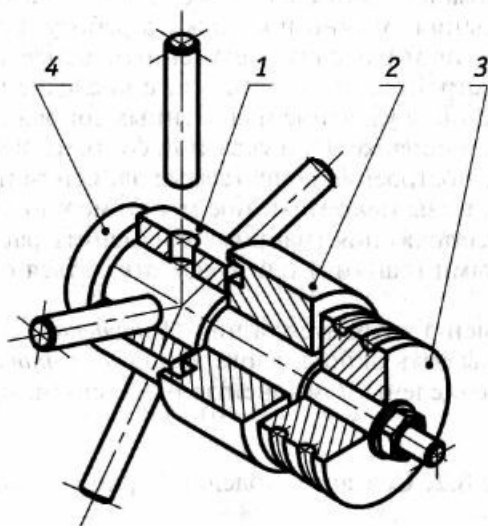

Рис. 8.2. Редактирование модели сборки:
2. Установите втулку 1 (рис. 8.2) на соответствующую ей ступень вала (третья ступень), используя описанные команды. Для того чтобы потом быстро вернуть втулку в исходное состояние, рекомендуется использовать следующий прием. Перед началом перемещения втулки сохраните файл, а затем после выполнения ряда операций по перемещению втулки закройте файл без сохранения и откройте его вновь.
1. Откройте файл «Втулка 1» и выполните пять сквозных отверстий на цилиндрической поверхности втулки, используя команду *Массив по концентрической сетке* (см. рис. 8.2).